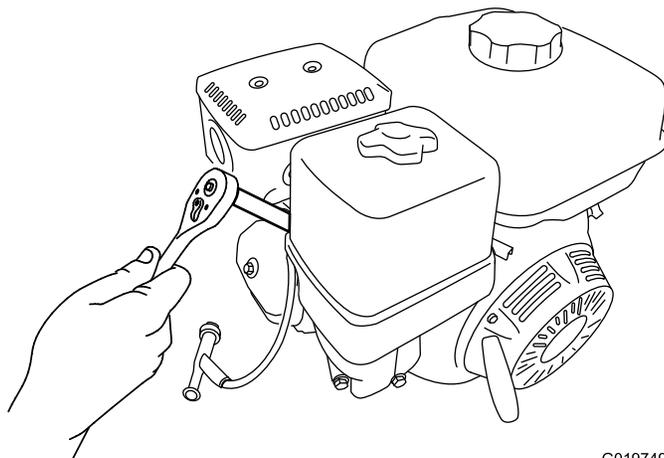

Figure 47
- Avec une clé de 21 mm (13/16 po), tournez la bougie dans le sens antihoraire pour la déposer ainsi que la rondelle d'étanchéité (Figure 47).
2. Avec une clé de 21 mm (13/16 po), tournez la bougie dans le sens horaire jusqu'à ce qu'elle soit en place avec sa rondelle d'étanchéité (Figure 47).